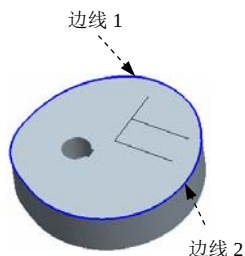
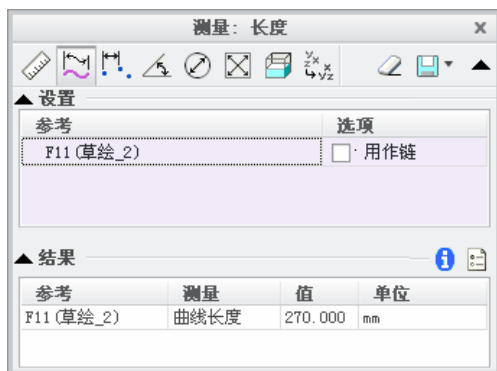

图 8.1.20 测量模型边线
图 8.1.21 “测量：长度”对话框
- (1) 首先选取图 8.1.21 所示的边线 1，再按住 Ctrl 键，选取图 8.1.20 所示的边线 2。
Step5. 测量曲线特征的总长。在图 8.1.21 所示的“测量：长度”对话框中进行下列操作：
- (2) 在图 8.1.21 所示的“测量：长度”对话框的结果区域中，可以查看测量的结果。